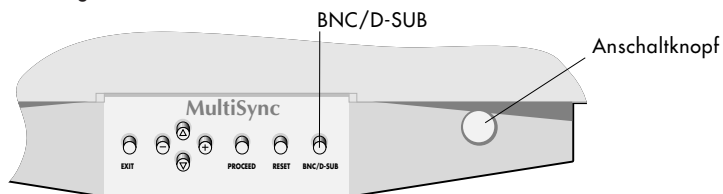

Abbildung E.1
- Schalten Sie den Monitor (**Abbildung E.1**) und den Computer ein.
- Ihr Monitor wird für die Installation eines D-SUB-Kabelanschlusses voreingestellt geliefert. Falls Sie eine BNC-Kabelverbindung verwenden möchten, stellen Sie den BNC/D-SUB-Knopf auf der Vorderseite des Monitors um (**Abbildung E.1**), um die Einstellung zu ändern.